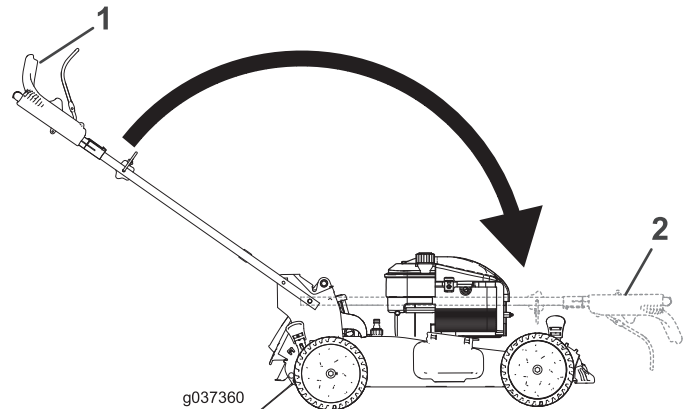

Figura 29
2. Doble el manillar girándolo hacia adelante (Figura 29).